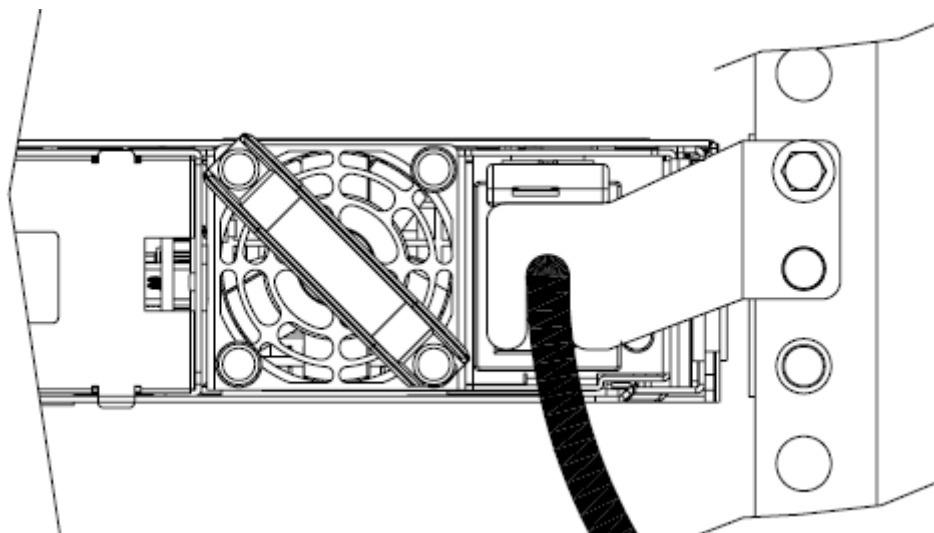

図 13. ケーブル保持ブラケット・タイプ B が取り付けられている SAN ボリューム・コントローラー 2145-8G4
1. 電源機構の隣にあるノードのサイド・レール (32 ページの図 13 に示す) から固定ボルトを取り外します。